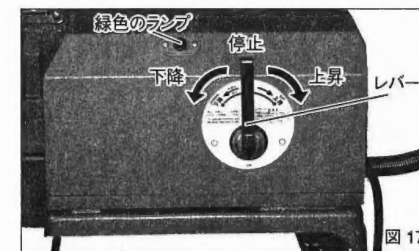

図 17
- ポンプにあるレバーを軽く手前に引きながら左に倒すと、ポンプが作動して上ローラが下降します。パイプに軽く上ローラが当たったらすぐにレバーを中央(停止)の位置に戻します。(図17参照)(ローラがパイプに当たるとポンプからキュッキュという音が出ます。)